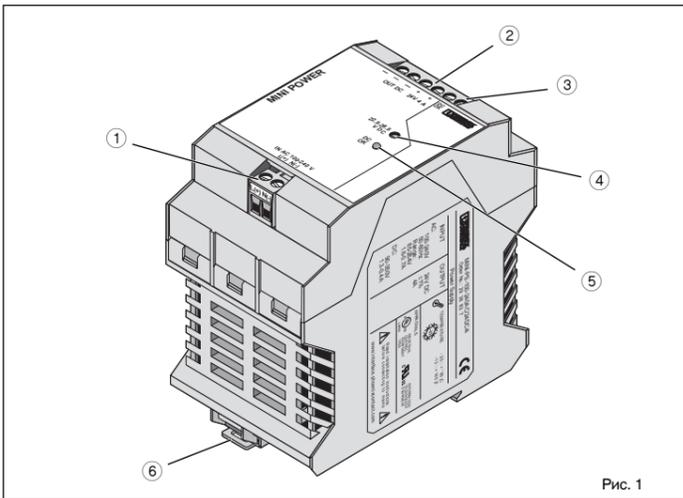
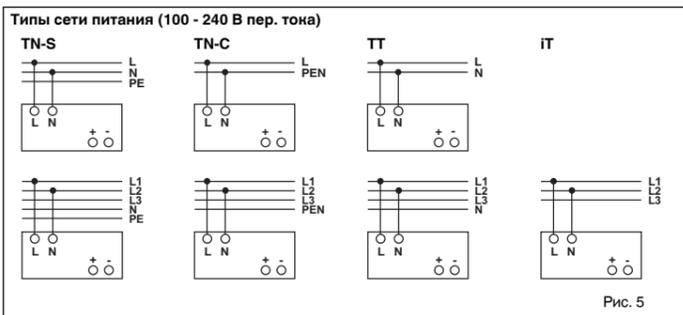

Рис. 1
Рис. 5
(рис. 1):
**4. Вход (①, рис. 1, рис. 5)**
**5. Выход (②, рис. 1)**